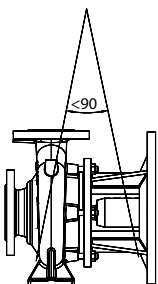

Рис. 1. Насос без электродвигателя
- Для подъема краном насос следует обхватить подходящим ремнем, как показано на рисунке. Уложить ремень вокруг насоса в петли, которые затянутся под действием собственного веса насоса (рис.1, 1a).